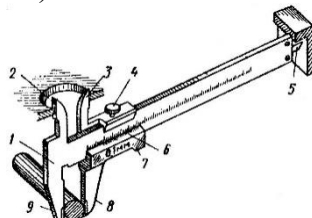

Рис. 1. Конструктивные элементы штангенциркуля.
10. Выбрать правильный ответ (рис.1.):
Если необходимо произвести измерения с большей точностью, пользуются приборами, снабженными нониусами. **НОНИУСОМ** называется дополнительная шкала, которая позволяет более точно отсчитать доли наименьшего деления основной шкалы. При использовании нониуса можно повысить точность измерения в 10-20 раз. Например, **ЛИНЕЙНЫЙ НОНИУС** представляет собой небольшую линейку С со шкалой, скользящую по основной линейке А (рис.1). Причем все m делений нониуса равны по длине $(m-1)$ делениям шкалы линейки А. Если a - цена деления нониуса, b - цена деления основной шкалы, то
Измерения при помощи нониуса проводят следующим образом. Один конец измеряемого предмета совмещают с нулевым делением основной шкалы А, другой - с нониусом С (рис.1).